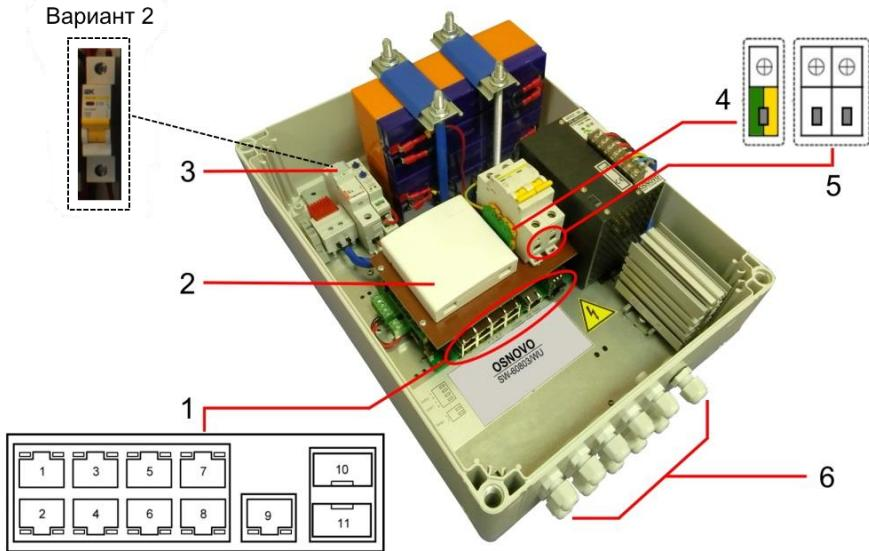

Рис. 4 Подключение коммутатора SW-60812/WU
1. Вставьте гермовводы в предназначенные для них отверстия в корпусе пластикового бокса (6) Рис.4, закрепите их пластмассовыми гайками с внутренней стороны корпуса.
2. Проденьте кабели витой пары через соответствующие отверстия гермоводов (\varnothing 3-6мм) снаружи внутрь корпуса (Рис.4).
4. Подключите обжатые разъемами RJ-45 кабели к коммутатору (1) Рис.4 (порты 1-9) и затяните гермовводы. Для обеспечения защиты от проникновения влаги внутрь корпуса, кабели должны быть плотно укреплены в гермоводах.
5. Зачистите оптоволоконный кабель на длину 25-30 см, пропустите его в отверстие гермоввода (\varnothing 3-6мм) Рис.4, затяните резьбу гермоввода так, чтобы кабели жестко фиксировались в зажиме гермоввода.
6. Соблюдая все требования технологии сварки оптоволоконного кабеля, приварите пигтейл (имеются в комплекте) к оптоволоконной жиле кабеля. Уложите оптоволоконный кабель в пазы кросса (2) Рис.4, следя за тем, чтобы диаметр колец не был менее 60 мм. Подключите разъем пигтейла к SFP модулю (*в комплект поставки не входит*) установленному предварительно в SFP разъем коммутатора (1) Рис.4 (разъемы SFP 10,11). Закройте крышку оптического кросса (2) Рис.4.
7. Аналогично пункту 2 протяните кабель питания от сети AC 195-265V / 50 Гц внутрь корпуса через соответствующий гермоввод (\varnothing 4-8мм), подключите кабель питания к клеммам автоматического выключателя (5) Рис.4 и клеммной колодке заземления (4) Рис.4. Затяните гермоввод.
8. Подключите источник резервного питания (АКБ) в цепь питания уличного коммутатора. Для этого вставьте плавкую вставку – предохранитель* (входит в комплект поставки) в держатель (3) Рис.4.
*Вместо держателя с установленной плавкой вставкой (8) в коммутатор может быть установлен автомат 1Р на 220V, 10A находящийся в положение «вкл» (см. на рисунке 4 «вариант 2»)